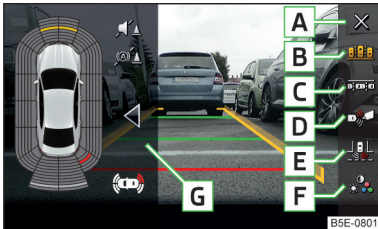

Abb. 265
Funktionsflächen » Abb. 265
- Die Funktionsfläche **C** » **Abb. 265 auf Seite 238** antippen.